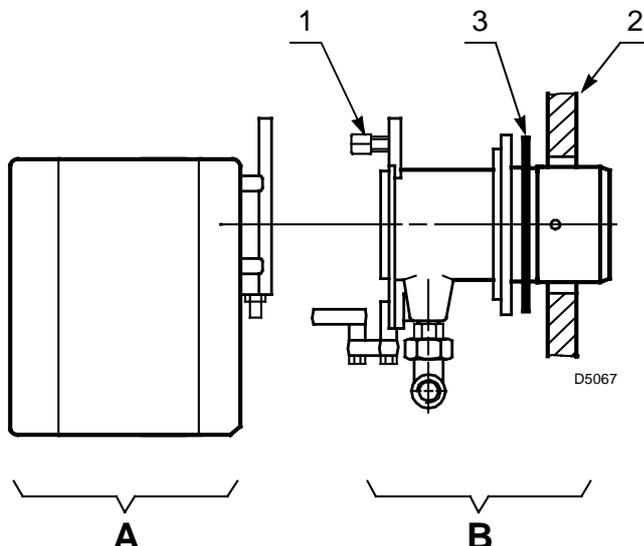

图10
- 移开螺母1)及A)部分(图10)后,将燃烧头组件与燃烧器分离。
- 在B)部分(图10)安装上绝热垫3)后与锅炉烟箱板2)紧固连接。